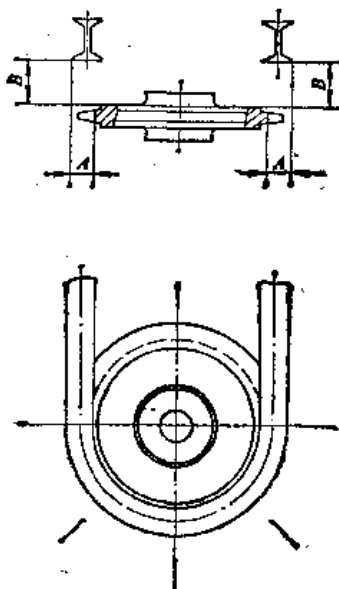

图7-3-4 弯头导轨安装时测量尺寸
① 将磨损的弯头导轨在其直线段原焊缝处用气割割开，取下圆弧段，修整直线段截面使之平整光滑并垂直。
② 重新制作一弯头导轨，其圆弧半径 R 要在规定的公差值内，形状要正确，不歪不扭。
③ 量好弯头长度，截去多余部分，并将端面整平。
④ 将弯头导轨两端与原直线对准，找正中心和找平水平面，用专用夹具固定，再用水平仪检测，保证弯头的水平度应小于 0.5mm 。
⑤ 吊线锤检测轨道设计所规定的 A 、 B 尺寸(图7-3-4)，在圆弧段均匀地测量4~5处，其尺寸偏差应小于 0.5mm 。